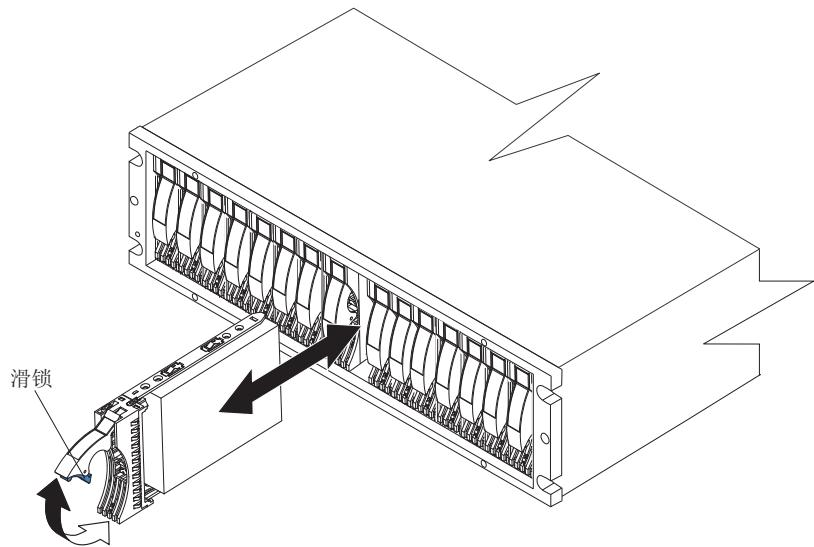

图 23. 更换 E-DDM
1. 提起把手将 E-DDM CRU 轻轻推入空托架中, 直到托盘把手的铰链在存储子系统的挡板下锁住, 如第 42 页的图 23 中所示。